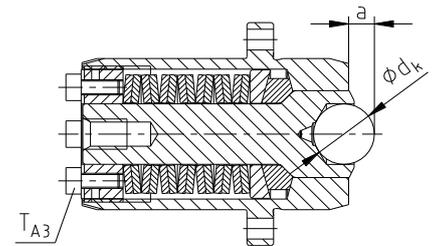

Bild 9
- Messen Sie das Kontrollmaß a, ggf. stellen Sie das Maß nach (siehe Bild 9 und Tabelle 7).
- Ziehen Sie die Zylinderschraube ① in der Kalotte auf die in Tabelle 7 angegebenen Anziehdrehmomente T_{A1} an.
- Setzen Sie die Prüfkugel $\varnothing d_k$ ein (siehe Bild 9 und 10 sowie Tabelle 7).
- Fetten Sie die Kalotte, Kugel, Bolzen, Segmente und Kegelpfanne mit Molykote ein. Setzen Sie das Freischaltelement gemäß Bild 9 bzw. 15 wieder zusammen.